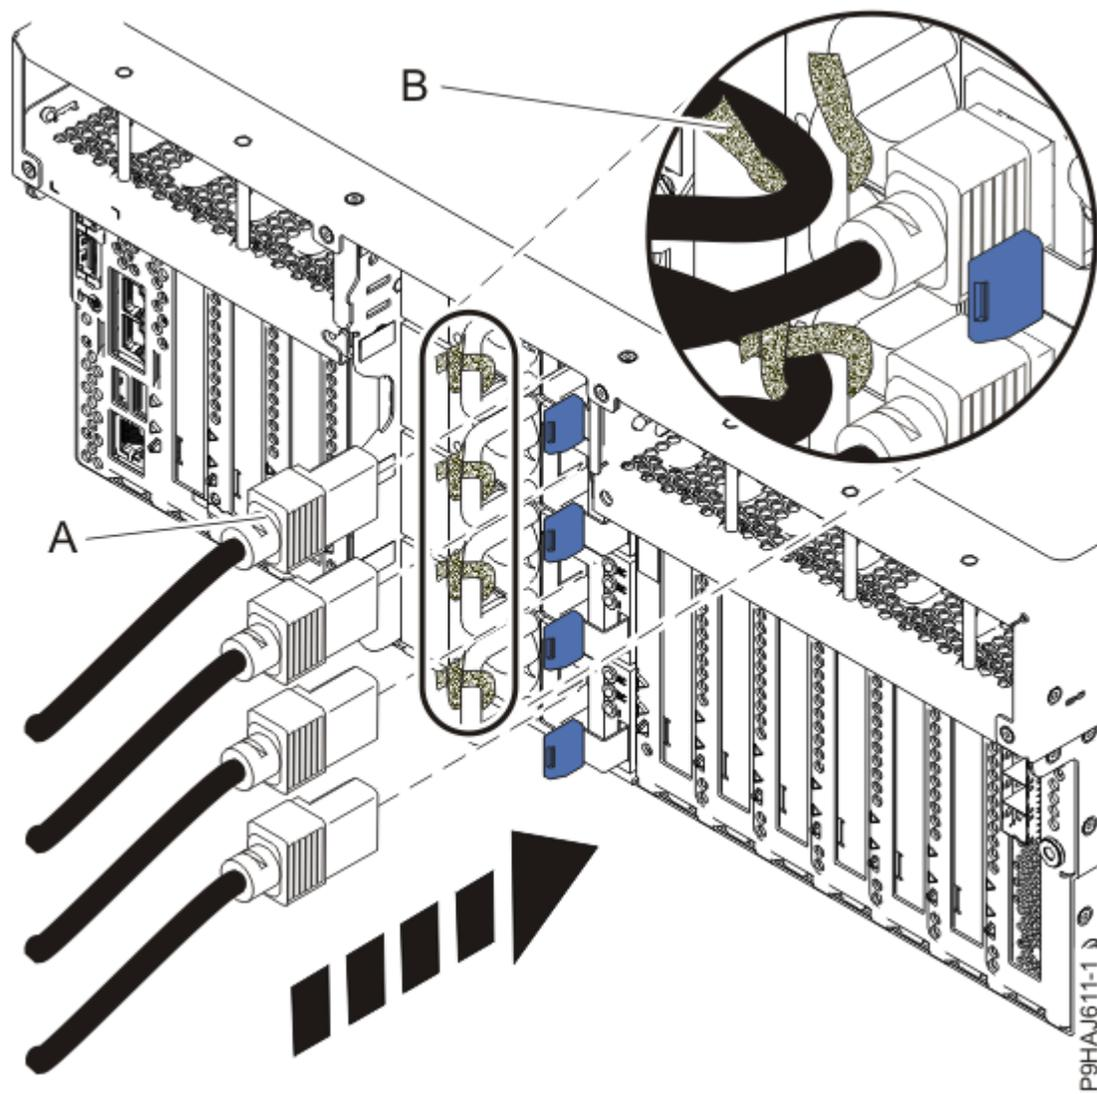
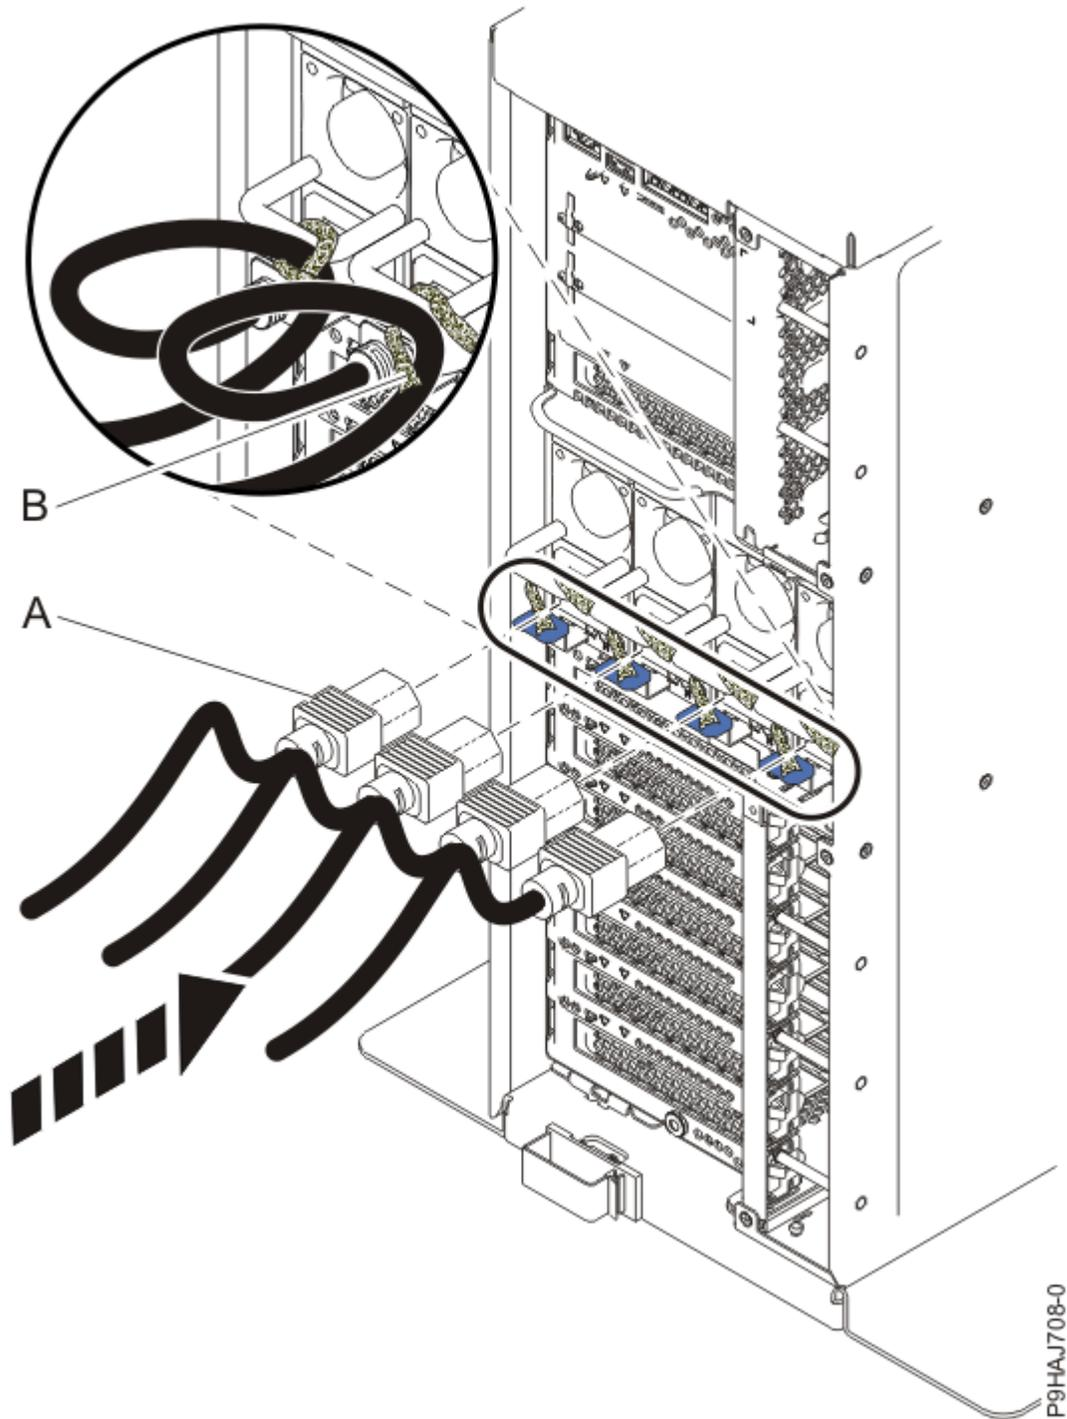

Abbildung 34. Netzkabel an ein Einschubsystem anschließen
Abbildung 35. Netzkabel an ein Standalone-System anschließen
7. Schließen Sie die Netzkabel **(A)** mithilfe Ihrer Beschriftungen wieder an die Systemeinheit an. Befestigen Sie die Netzkabel **(A)** mit den Klettverschlüssen **(B)** am System (siehe Abbildung 34 auf Seite 36 oder Abbildung 35 auf Seite 37).